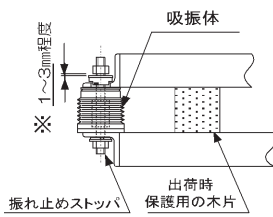

図2-5 吸振体と振れ止めストップボルト
- ・ 運転開始前に出荷時保護用の“木片”を取り外してください。(図 2-5 参照)
- ・ 振れ止めストッパボルトの図中※印の隙間を確認し、必要に応じて調整してください。(図 2-5 参照)